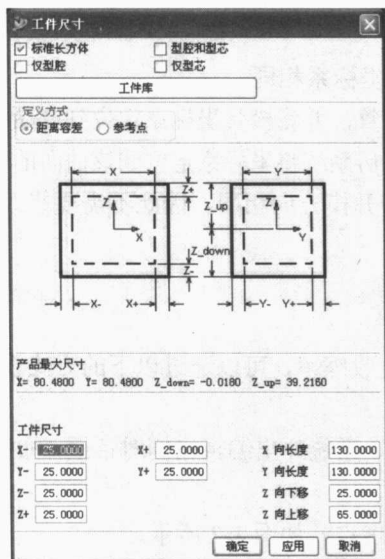
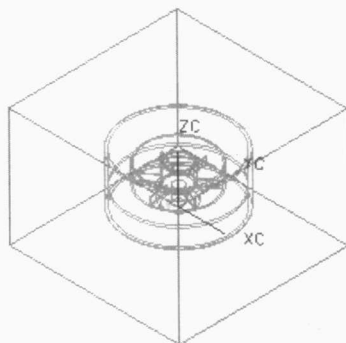

图 1-8 工件尺寸对话框
图 1-9 毛坯模型
③ 在对话框上输入比例因子 1.006, 在实际应用中需要根据材料进行设置。
④ 单击“确定”按钮, 完成比例的设置。
① 在工具栏上单击“工件”按钮, 弹出工件尺寸对话框, 如图 1-8 所示。
② 此时系统自动根据零件模型的尺寸计算毛坯的尺寸, 本实例使用默认值即可。
③ 单击对话框上的“确定”按钮, 完成的毛坯模型如图 1-9 所示。